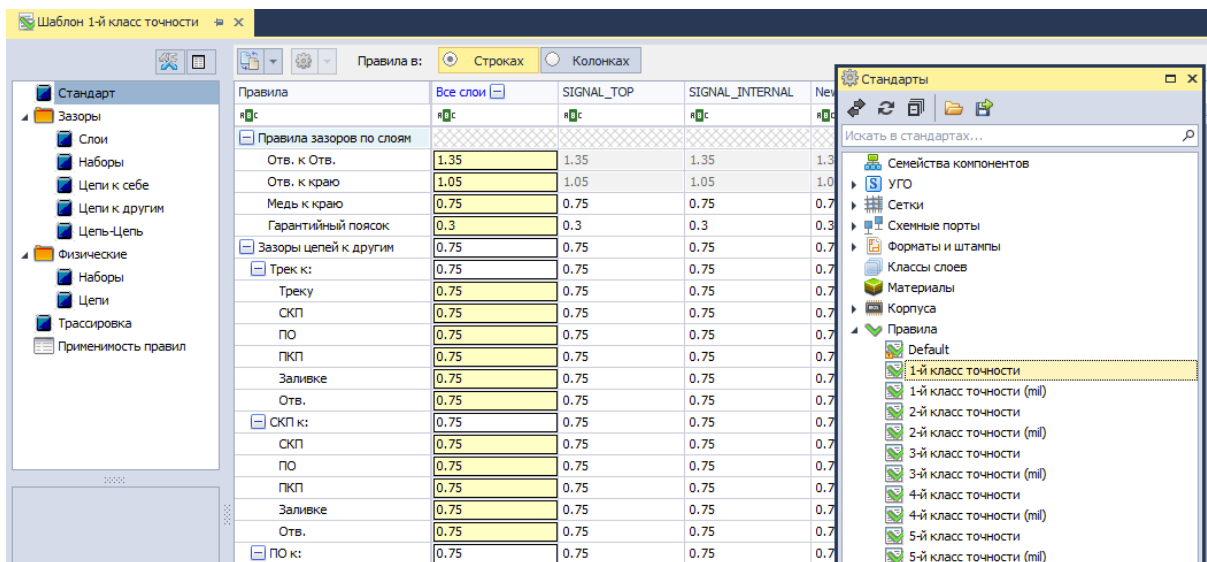

Рис. 98 Окно редактора правил
- Откорректируйте необходимые параметры правил проектирования в окне редактора правил, Рис. 98.